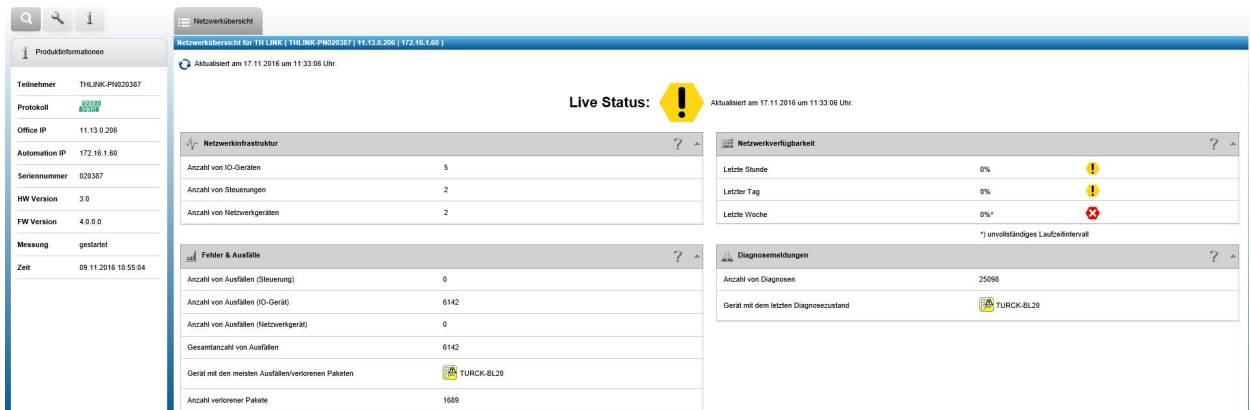

Abbildung 5: Netzwerkübersicht TH LINK
9. Ändern Sie im Menü **Netzwerkkonfiguration** die Konfigurationsmethode für Büronetzwerk und/oder für Automationsnetzwerk von **DHCP** auf **Manuell** (siehe Abbildung 5).